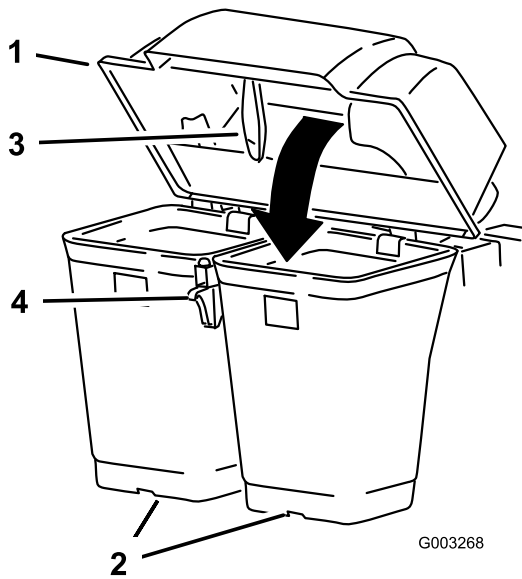
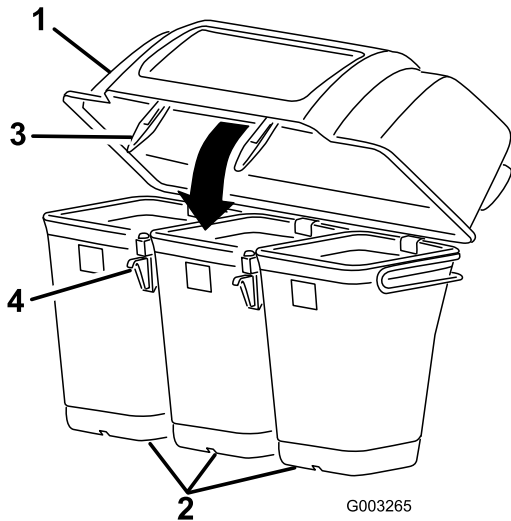

Figura 10
Figura 11
7. Desça o capot do depósito de recolha por cima dos sacos (Figura 10 ou Figura 11).